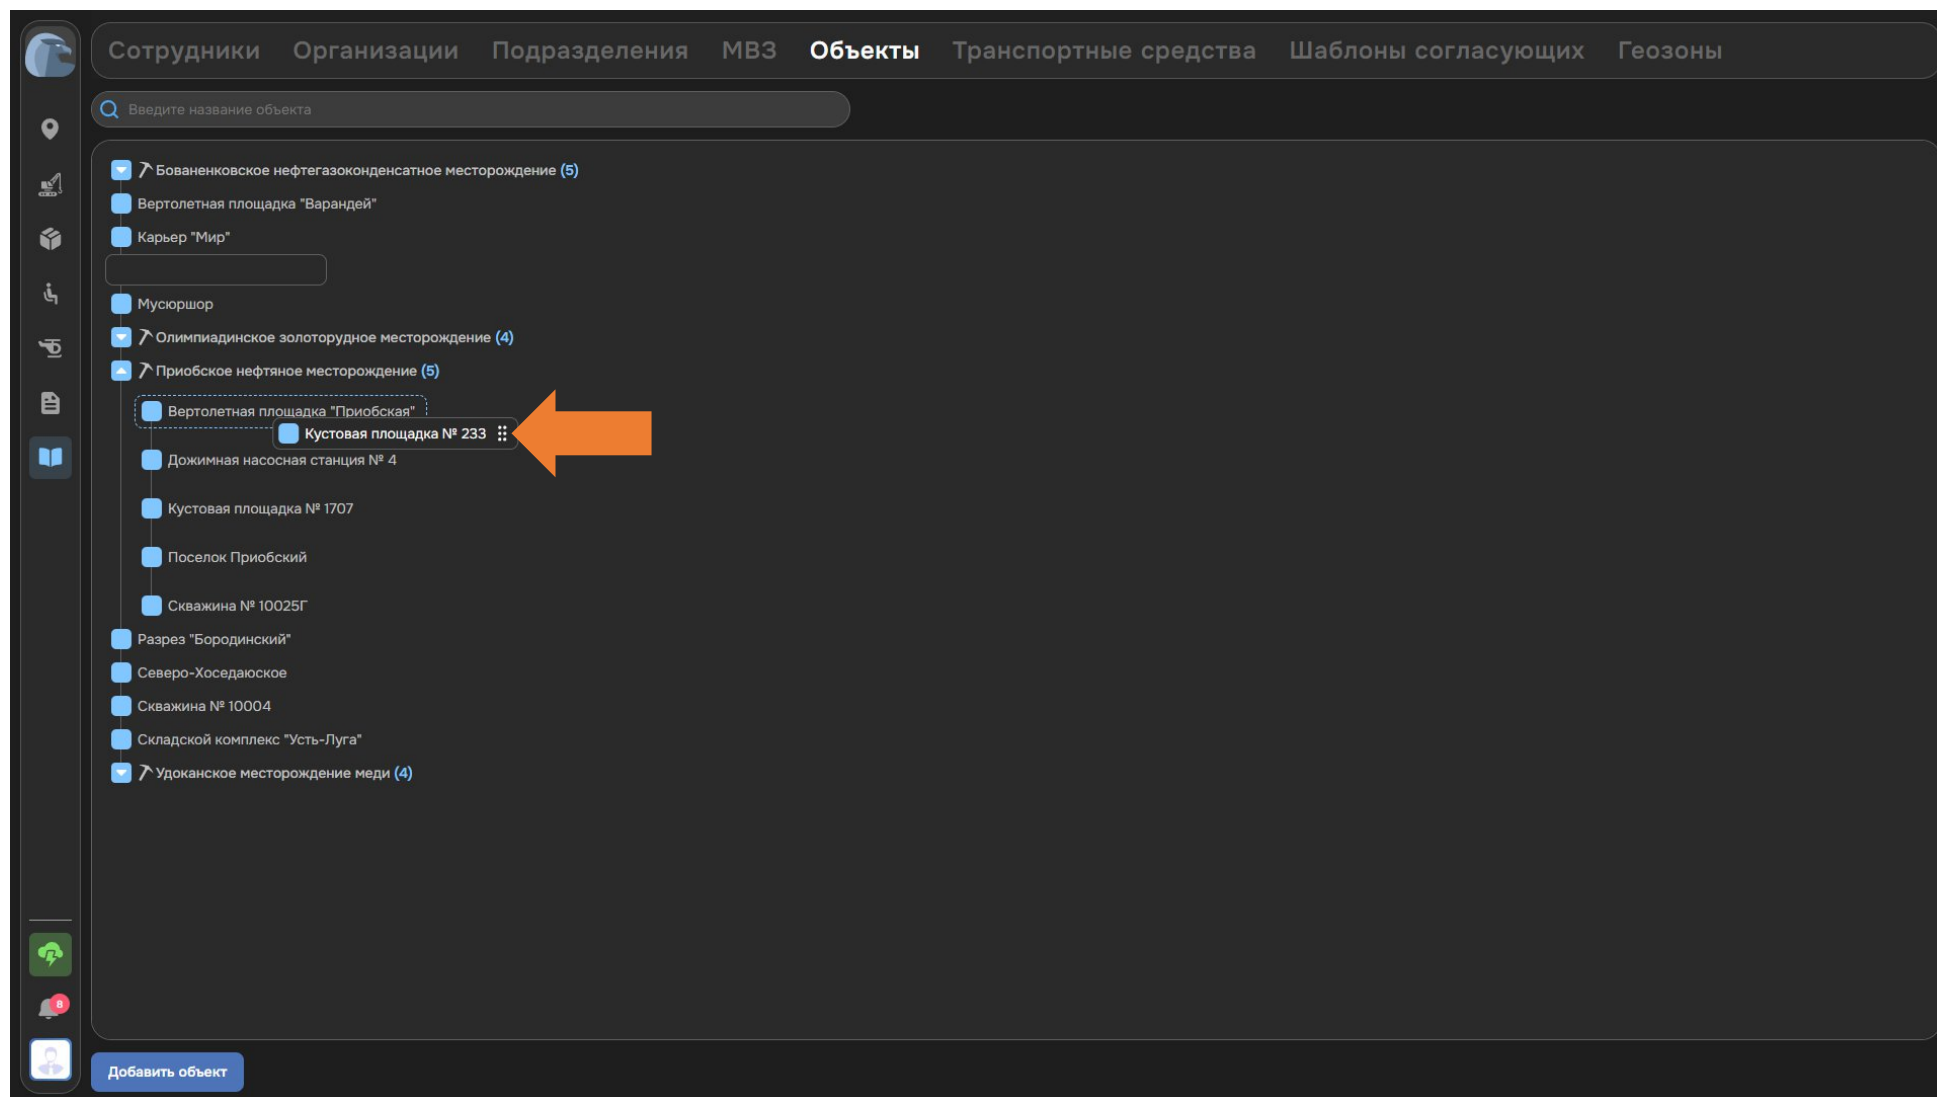

Рисунок 117. Перемещение элемента с помощью drag-n-drop
1. Элементы справочников можно перемещать, зажав левую кнопку мыши на кнопке с изображением шести точек. Перемещение приводит к изменению принадлежности одного элемента другому в иерархии (см. Рисунок 117). В справочнике «МВЗ» так перемещаются только элементы, принадлежащие уровню вложенности «Другое». Для выполнения данных действий необходимо иметь права на редактирование справочника.